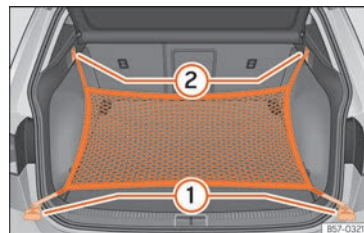

Abb. 178 Im Gepäckraum: Ösen ① und Haken ② zum Einhängen des Gepäckraumnetzes.
- Hängen Sie die kurzen Haken des Netzes in die Verzurrösen ein »» (Abb. 178) ① »» ⚠. Der Reißverschluss des Gepäckraumnetzes muss dabei nach oben zeigen.
- Befestigen Sie die Spanngurte in den Taschenhaken ②.